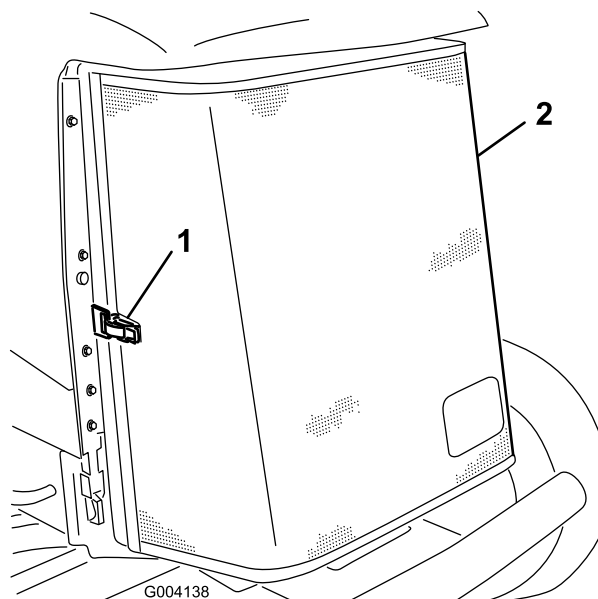

Figure 100
5. Déverrouillez la grille arrière et faites-la pivoter pour l'ouvrir (Figure 100).